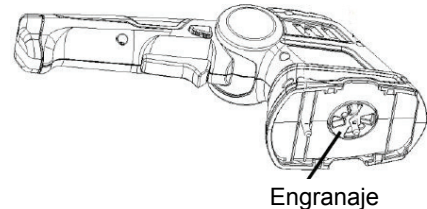

Fig. 10
2. Una vez que haya retirado la cuchilla, podrá ver las ruedas dentadas del engranaje (Fig.10). Asegúrese de que no entre suciedad en el reductor cuando cambie la cuchilla. Para montar, proceder en orden inverso.